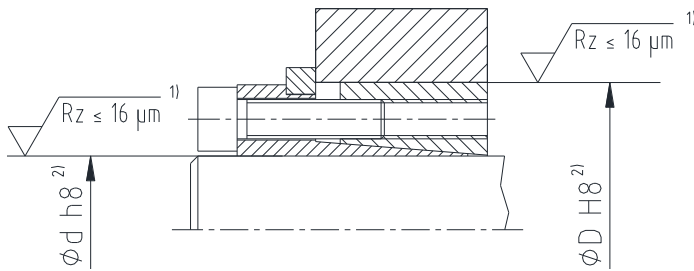

Fig. 3 : Tolérances et surfaces (exemple : CLAMPEX® KTR 201)
- Vérifier l'arbre et le moyeu selon les tolérances autorisées (figure 3).